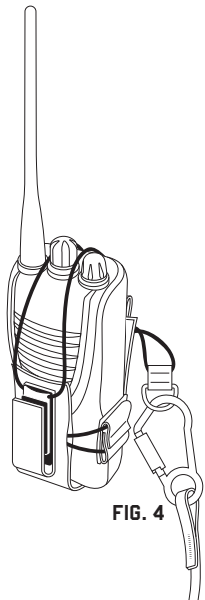

FIG. 4
4. Attach a tool lanyard to the D-Ring to complete an appropriate tethering system (refer to Using A Tethering System instructions). [fig 4]
- Coloque un cordón de seguridad en la anilla en D para completar adecuadamente el sistema de sujeción (consulte las instrucciones sobre Cómo utilizar un sistema de sujeción). [Fig. 4]
- Attachez à l'anneau une longe à outils afin d'obtenir un système d'attache approprié (voir la section Utilisation d'un système d'attache). [fig. 4]
4. Befestigen Sie für eine vollständige Gurthalterung ein Werkzeugband am D-Ring (siehe Anweisungen Einsatz eines Haltegurtsystems). [Abb. 4]